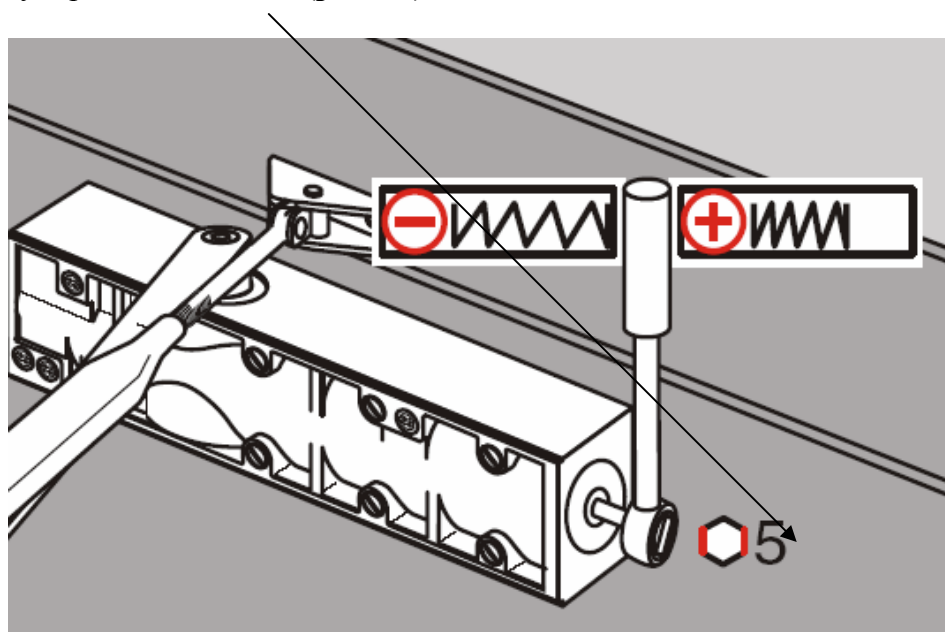

Рис. 10. Регулировка усилия доводчика DORMA TS83.
Регулировка усилия доводчика осуществляется предварительным сжатием пружины с помощью регулировочного винта (рис. 10),
7. Как показано на **Рис. 10**, установите необходимое усилие закрывания двери.